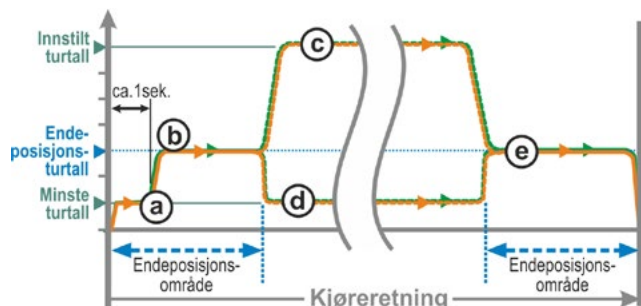

Fig. 1: Endeposisjonsturtall, "Normal"
- ut av endeposisjonen med minste turtall, ca. 1 sek. (fig. 1: Kurve **a**), for deretter å koble til endeposisjonsturtall, se **b**;